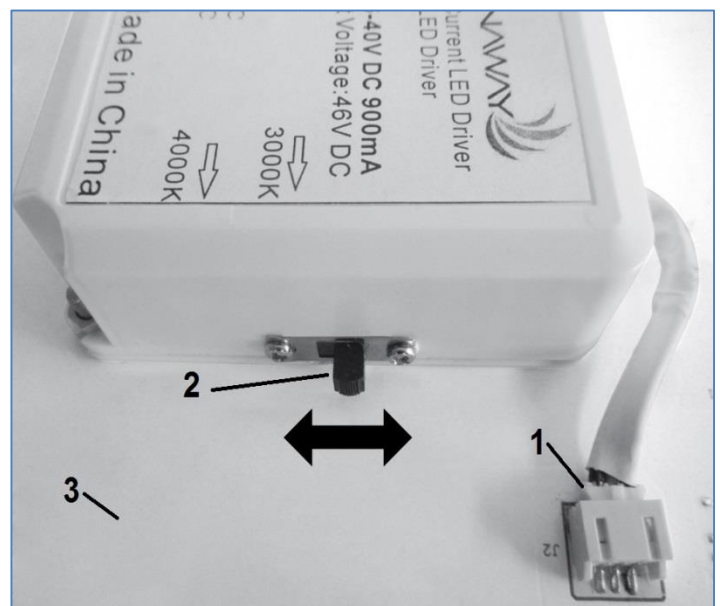
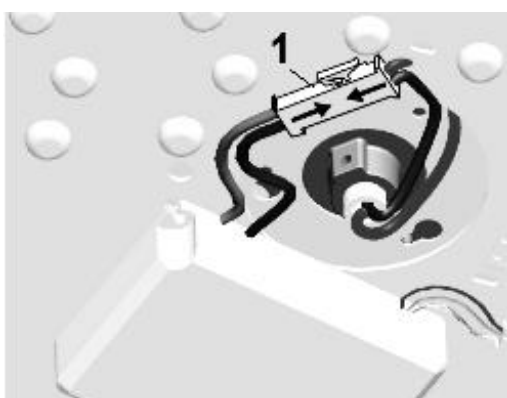

Fig. 7
Fig. 8
- 4) Branchez le bouchon supérieur (1) depuis le pilote à la prise inférieure (1) de la carte à LED (3). Figure 7
- 5) Sélectionnez la température de couleur (3000K ou 4000K) en faisant glisser le commutateur (2).
- 6) Connecter le connecteur supérieur du moteur au connecteur inférieur (1) à partir du pilote. Figure 8